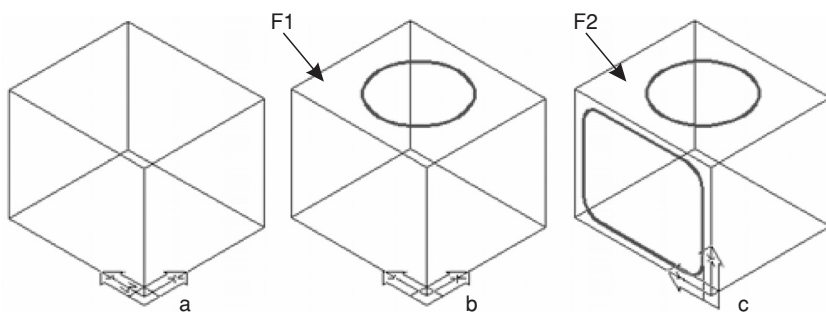

Fig. 9.50 Imprimarea fețelor solidului
- Pentru început, se construiește un solid paralelipedic – vezi Fig. 9.50, a.
- Se plasează un cerc de rază 50 unități în centrul feței superioare F1 – vezi Fig. 9.50, b.
- Se mută UCS-ul cu planul orizontal pe fața laterală F2 – vezi Fig. 9.50, c.
- Se trasează un dreptunghi cu colțurile rotunjite – vezi Fig. 9.50, c.